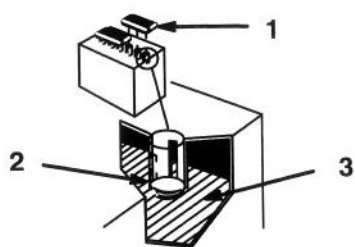

Figure 41
2. Retirer les bouchons pour voir l'intérieur des éléments. L'électrolyte doit arriver au bas des tubes (Fig. 41). Ne pas laisser le niveau de l'électrolyte descendre en-dessous du sommet des plaques (Fig. 41).
2. Retirer les bouchons de remplissage (Fig. 41).
3. Verser lentement de l'eau distillée dans chaque élément de la batterie jusqu'à ce que le niveau arrive au bas du tube (Fig. 41).